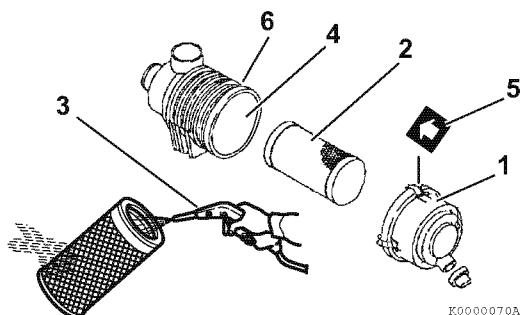
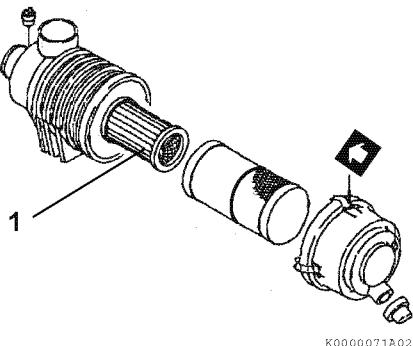

Рисунок 12
Рисунок 13
Примечание: Типовой воздушный фильтр на **Рисунок 12** и **Рисунок 13** показан только в пояснительных целях.
1. Разблокируйте и снимите крышку воздушного фильтра (1, **Рисунок 12**).
2. Извлеките элемент (2, **Рисунок 12**) (при наличии двух элементов — наружный).
3. Продуйте (3, **Рисунок 12**) элемент изнутри наружу сжатым воздухом под давлением 42-71 фунт/кв.дюйм (0,29–0,49 МПа, 3,0–5,0 кгс/см²), чтобы удалить засоряющие частицы. Чтобы удалить пыль, не повредив элемент, используйте минимально возможное давление воздуха.
4. Если воздушный фильтр оснащен двумя элементами, извлекайте и заменяйте внутренний элемент (1, **Рисунок 13**), только если двигателю не хватает мощности или включается индикатор пыли (при наличии).
7. Установите элемент на место в корпус воздушного фильтра (4, **Рисунок 12**).
8. Установите на место крышку воздушного фильтра, совместив стрелку (5, **Рисунок 12**) на крышке со стрелкой на корпусе (6, **Рисунок 12**).
Меняйте элемент воздушного фильтра (2, Рисунок 12) каждые 500 часов, даже если он не поврежден и не загрязнен.
При замене элемента очищайте внутреннюю поверхность корпуса воздушного фильтра (4, Рисунок 12).
Если воздушный фильтр оснащен двумя элементами, извлекайте и заменяйте внутренний элемент (1, Рисунок 13), только если двигателю не хватает мощности или включается индикатор пыли (при наличии). Это выполняется в дополнение к замене внешнего элемента.